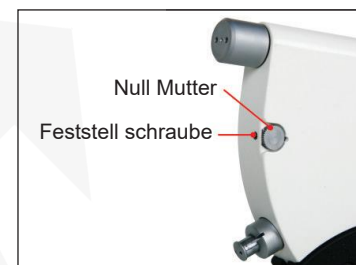

Abb.1
---Lösen Sie die Sicherungshülse, legen Sie den Endmaßblock zwischen die beiden Messflächen und drehen Sie die Einstellmutter. Wenn die beiden Messflächen mit dem Endmaß in Kontakt kommen, drehen Sie die Einstellmutter weiter, bis der Zeiger auf die Nullposition zeigt, und ziehen Sie die Klemmhülse fest. Schütteln Sie das Endmaß leicht, damit es vollständig mit beiden Messflächen in Kontakt kommt. Wenn sich der Zeiger nicht verändert, kann direkt gemessen werden; wenn doch, drehen Sie die Nullmutter, bis der Zeiger auf Null zeigt, und ziehen Sie die Klemmschraube fest (Abb. 1).